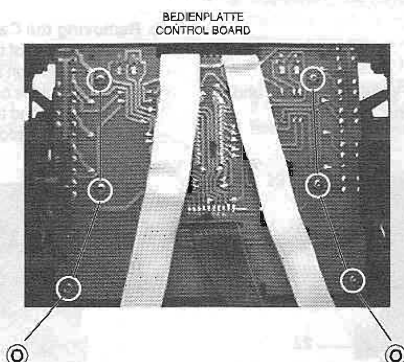

Fig. 20
- 6 Schrauben (O) herausdrehen (Fig. 20).
- Undo 6 screws (O) (Fig. 20).